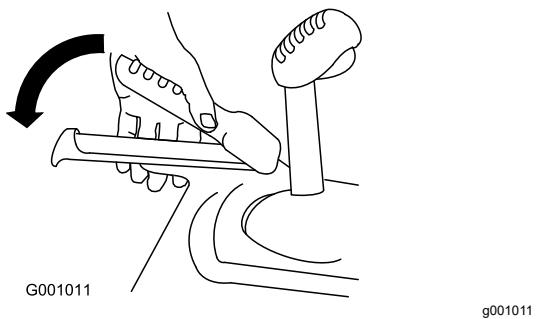

Figura 26
2. Engrane la palanca de tracción y sujetela en esa posición (Figura 26).